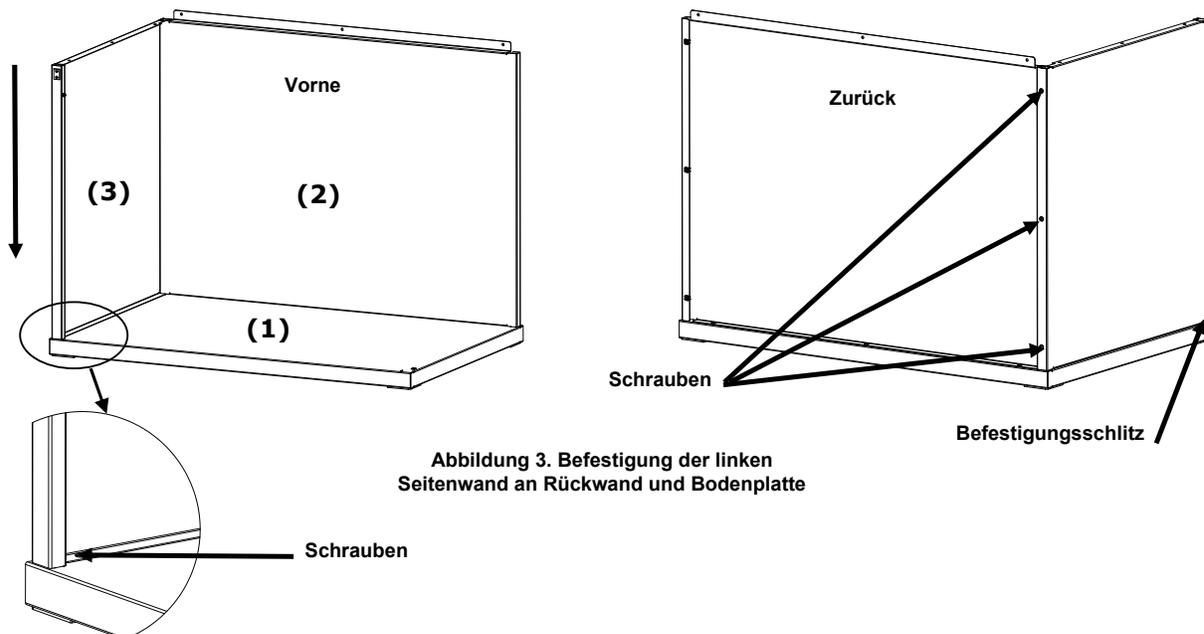

Abbildung 3. Befestigung der linken Seitenwand an Rückwand und Bodenplatte
3. Halten Sie die Rückwand (2) und platzieren Sie gleichzeitig die linke Seitenwand (3) mit der glatten Seite nach außen über der Oberkante der Rückwand (2).
4. Schieben Sie die linke Seitenwand (3) entlang der verriegelnden Schiene, bis die oberen Einkerbungen der linken Seitenwand (3) in die Bodenplatte einrasten (1). Befestigen Sie die linke Seitenwand (3) auf der Bodenplatte und Rückwand, indem Sie die beiden Flügelschrauben wie in Abbildung 3 dargestellt anziehen.